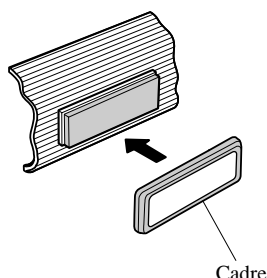

Fig. 16
3. Après installation de l'appareil dans le tableau de bord, fixez le cadre. (Fig. 16)